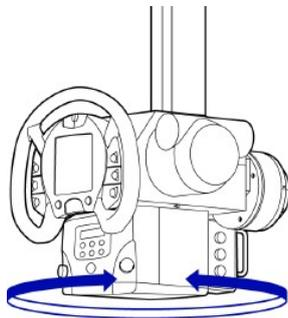

Abb. 1 Drehung um die vertikale Achse
- Bitte nehmen Sie gemäß Bedienungsanleitung die vorgeschriebene tägliche Inspektion am Deckenstativ CH -200/CH -200 M vor. Prüfen Sie besonders, ob sich der Strahler reibungslos um die vertikale Achse dreht (siehe Abb. 1 weiter unten), ohne eine Taste auf dem Bedienpult zu drücken. Falls Sie dabei Auffälligkeiten erkennen, stellen Sie bitte den Betrieb ein und verständigen Ihren zuständigen Shimadzu Kunden-/Wartungsdienst.